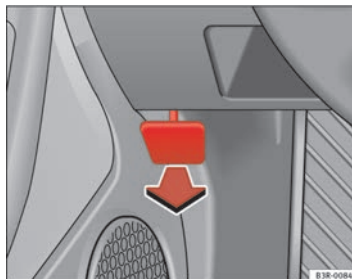

Fig. 176 Dettaglio del vano piedi sul lato del conducente: leva per l'apertura del cofano del vano motore.
- Tirare la leva situata sotto il cruscotto nella direzione della freccia (⇒ fig. 176).